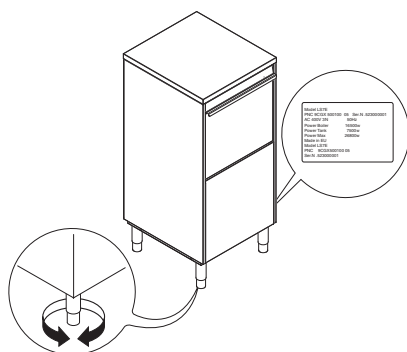

Fig. 5
Op het typeplaatje staan de identificatiegegevens en de technische gegevens van het apparaat; het typeplaatje bevindt zich op het rechterzijpaneel van het apparaat (Fig. 5).
- Zet de vaatwasmachine op de daarvoor bestemde plaats en zet het apparaat waterpas door aan de hiervoor bestemde verstelbare poten te draaien (Fig. 5).